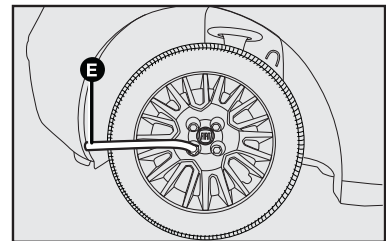

fig. 16
- Apriete los tornillos, utilizando la llave especial **E-fig. 16**.